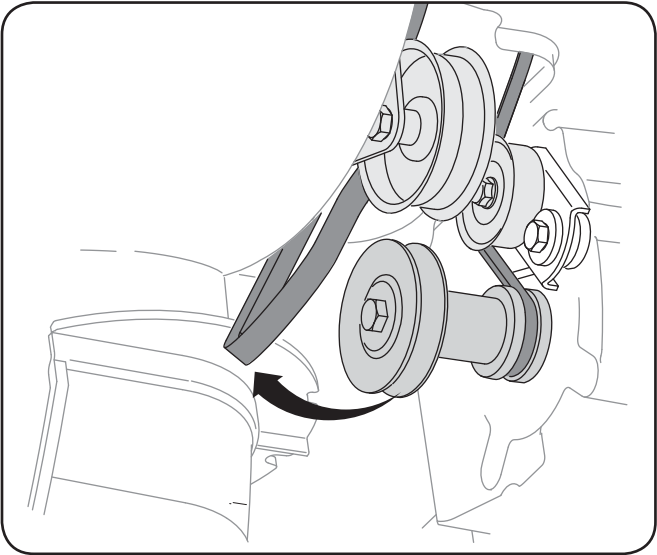

Fig. 7-3
- 5. Démontez le couvre-châssis du dessous de la souffeuse en retirant les quatre vis auto-taraudeuses qui le maintiennent en place. Voir la Fig. 7-3.
Dégagez la courroie de la tarière de la poulie motrice. Voir la Fig. 7-3.